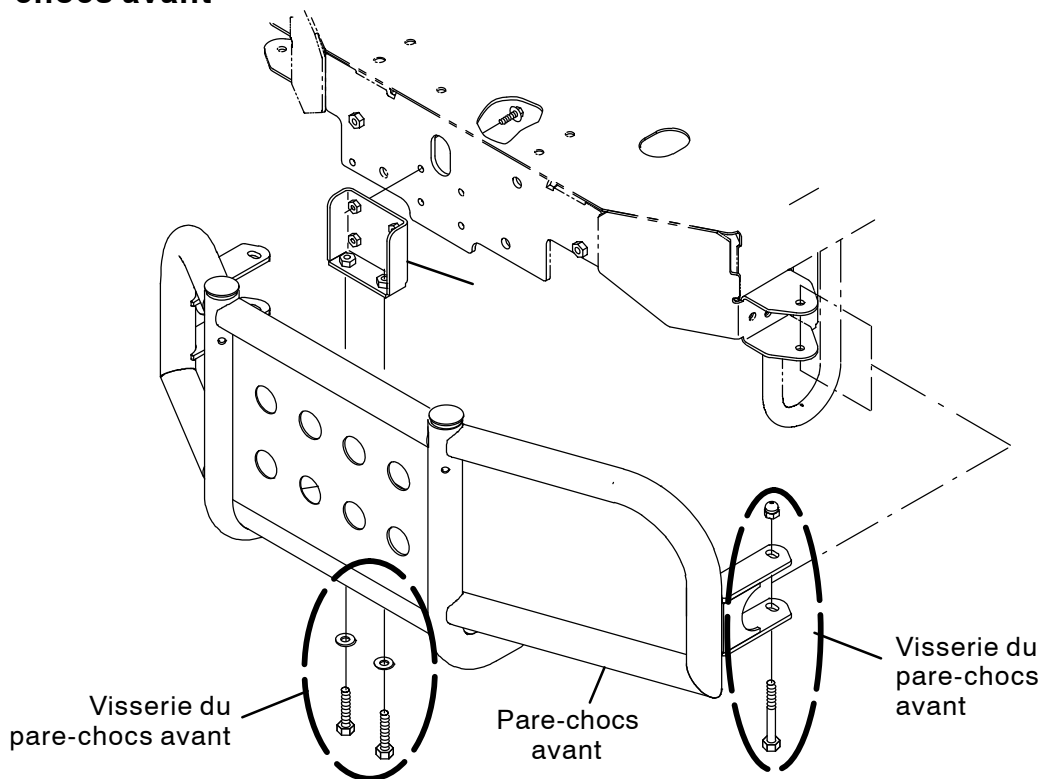

FIG. 1
44. **Máquinas equipadas únicamente con parachoques frontal:** reinstale el parachoques frontal en la máquina. (Fig. 1)
45. **Máquinas equipadas únicamente con protector superior/parachoques frontal:** fije el conjunto del protector superior al parachoques frontal. (Fig. 1)
1. **Machines équipée d'une cage de sécurité et d'un pare-choc avant uniquement :** Déposez tout le dispositif de fixation de la cage de sécurité sur le pare-chocs avant. (Figure 1)
2. **Machines équipées d'un pare-chocs avant uniquement :** Déposez le pare-chocs avant de la machine. (Figure 1)